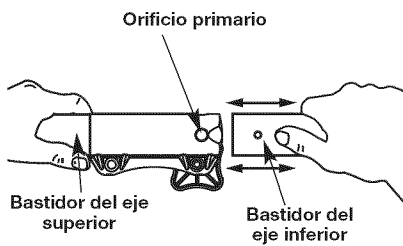
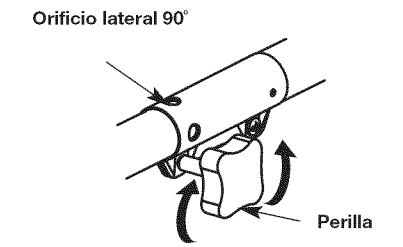

Fig. 4
Fig. 5
PRECAUCIÓN: Antes de operar esta unidad, cerciúrese de que el botón de liberación esté completamente encajado en el orificio principal (Fig. 4) y de que la perilla de ajuste (Fig. 5) esté firmemente apretada.
- Gire la perilla en sentido antihorario para aflojarla (Fig. 5).
- A la vez que sostiene firmemente el accesorio de corte u otro accesorio, empujelo derecho hacia el interior del acoplador Convertible™ hasta que el botón de desconexión encaje sólidamente en el orificio principal (Fig. 4).
- Gire la perilla en sentido horario para ajustarla (Fig. 5).
Para realizar recortes decorativos con el accesorio de corte de cabezal de línea u otro accesorio, trabe el botón de desconexión del accesorio de corte u otro accesorio en el interior del agujero de 90° (Fig. 5).
- A la vez que sujeta la caja del eje superior, tire del accesorio de corte u cualquier otro accesorio recto hacia afuera del acoplador Convertible™ (Fig. 4).